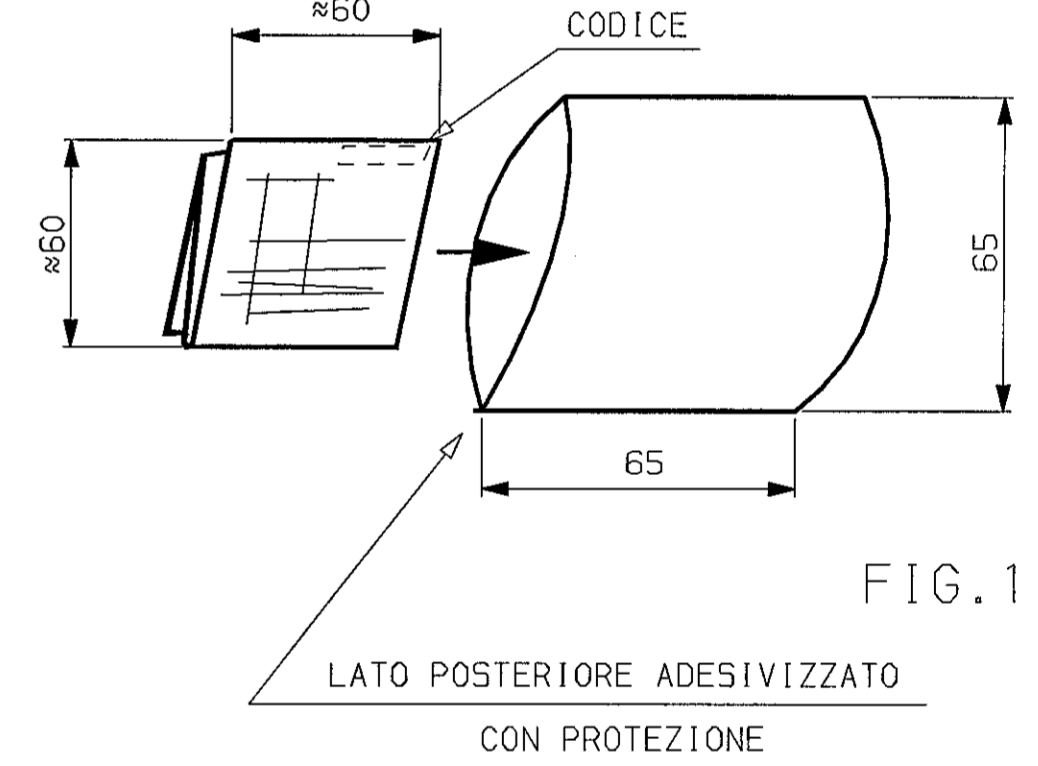

FIG. 1
- 4-PIEGARE LO SCHEMA TENENDO LA STAMPA ALL'ESTERNO E INSERIRLO NELLA BUSTA (PVC TRASPARENTE) COME INDICATO IN FIG.1, CON IL CODICE VISIBILE SUL LATO ANTERIORE.